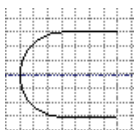

图 4.9.4 镜像图元（一）
- (1) 在功能选项卡区域的“草绘”选项卡中单击  按钮。
- (2) 框选前面绘制的图元。
- (3) 单击“选择”对话框中的  确定 按钮。
- (4) 在系统  选择直图元（按模线、基准平面、轴、捕捉线、模型边）进行镜像。的提示下，选取水平构造线为镜像中心线，即可看到所选图元被镜像到镜像中心线下方，如图 4.9.4 所示。
- (2) 框选图 4.9.4 所示的整个图元区域，单击中键。